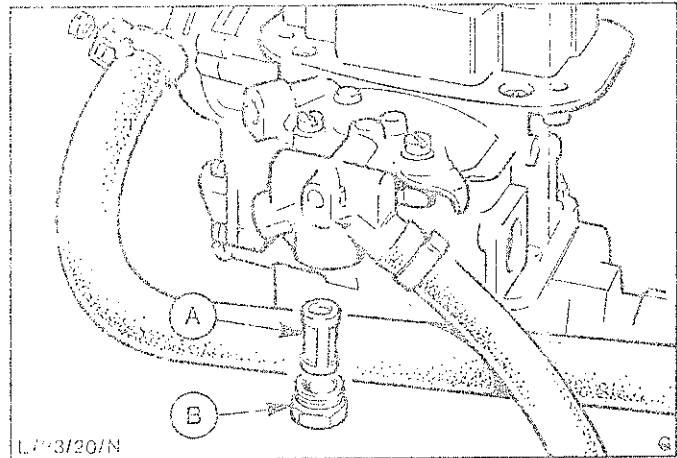

Abb.5 Einbaulage - Einlaß-Filtersieb
5. Verschlußschraube im Kraftstoffeinlaßstutzen herausdrehen und Filtersieb entfernen, Abb.5.